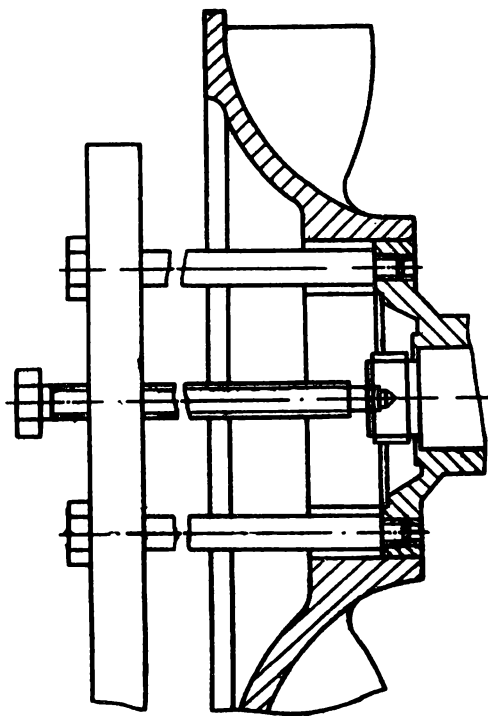

Рис. 20. Съем вентилятора
- расконтрить стопорную шайбу, предварительно закрепив ротор, отвернуть гайку и съемником снять вентилятор (рис. 20).